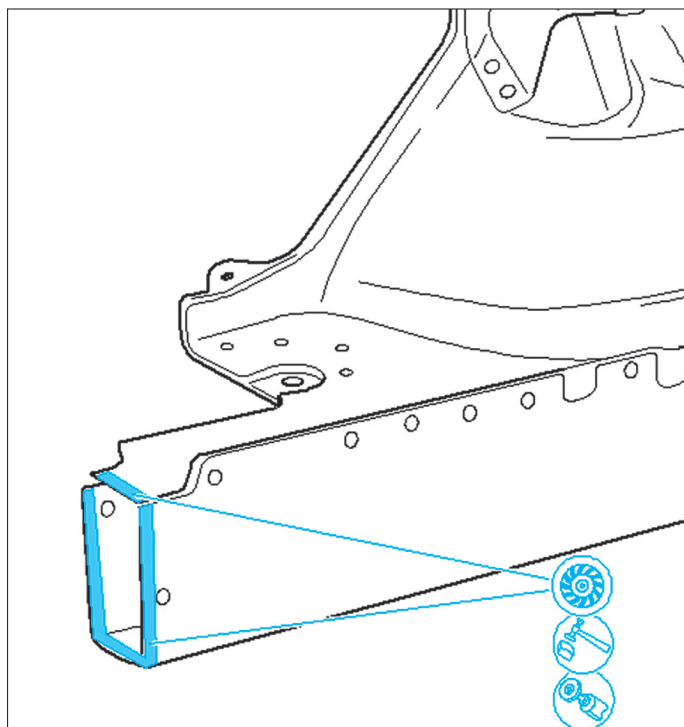

FIG. 12
- Préparer les zones d'accostages et appliquer un après soudable (Fig.12).